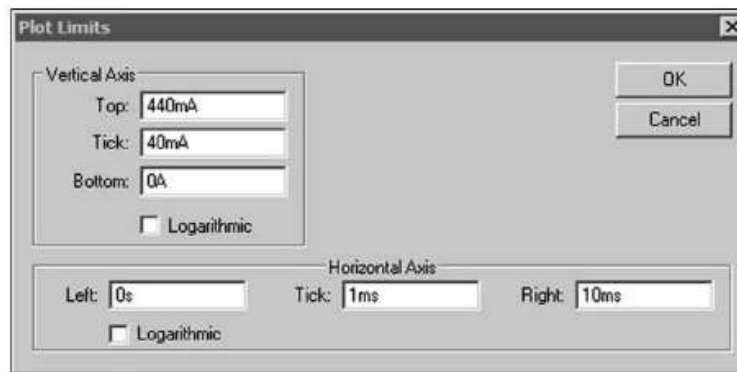

Figure 8.18
3. La commande **Manual Limits** ouvre une fenêtre qui regroupe l'ensemble des informations des axes verticaux et de l'axe horizontal qui sont entièrement modifiables selon les procédures et contraintes précédemment décrites. Par contre, l'échelle de l'axe horizontal même si elle a été redéfinie est celle d'origine correspondant à la simulation choisie, figure 8.18.